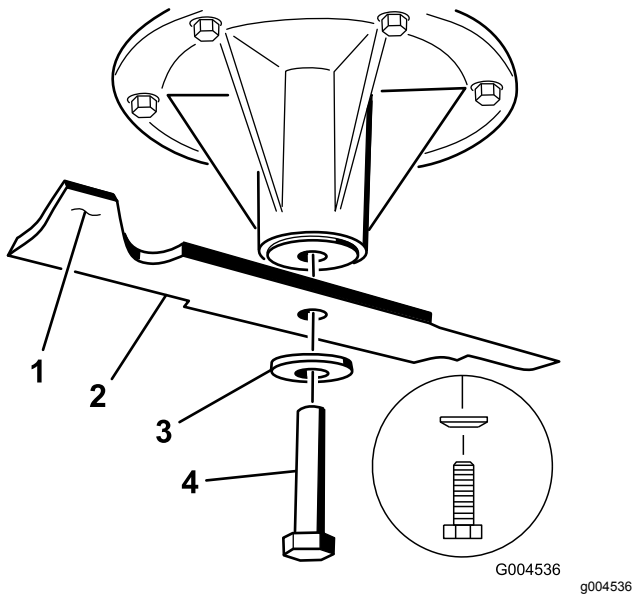

Figura 114
2. Togliete il bullone, la rondella curva e la lama dall'asse del fusello (Figura 114).
1. Montate la lama sull'asse del fusello (Figura 114).
2. Montate la rondella curva e il bullone della lama (Figura 114).